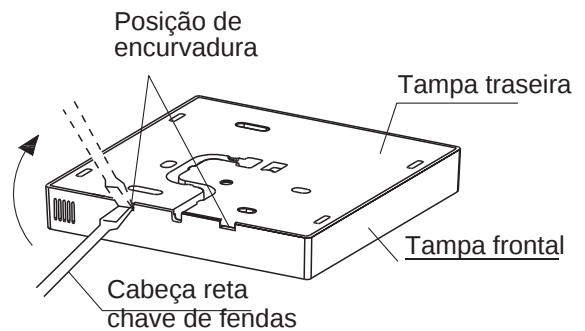

Fig 3-2
- Insira uma chave de fendas nas ranhuras da parte inferior do controlador com fios (2 lugares) e retire a parte superior do controlador com fios. (Fig.3-2)